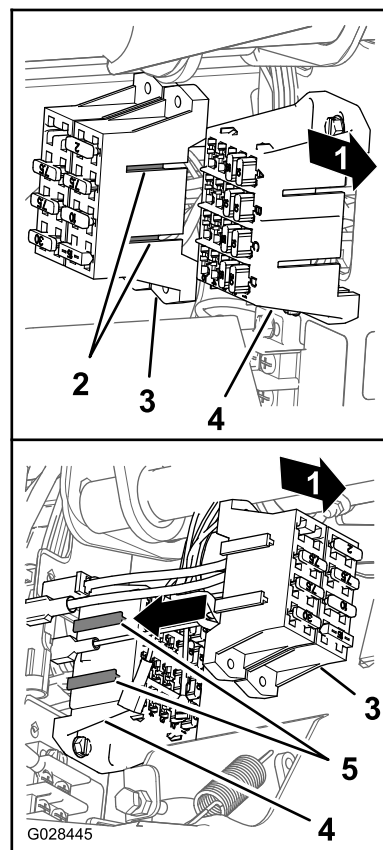

Bild 24
4. Fluchten Sie die T-Anschlussstücke am Sicherungskasten für das Sprühfahrzeug mit den T-Schlitten des Sicherungskastens für die Maschine aus und schieben Sie den Sicherungskasten des Sprühfahrzeugs in die Schlitten, bis der Sicherungskasten einrastet (Bild 24).